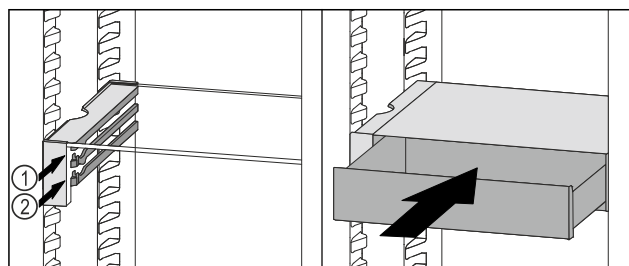

Fig. 119
- ▶ Założyć szufladę VarioSafe za stoperami na wybranych żebrach Fig. 119 (1) lub Fig. 119 (2).